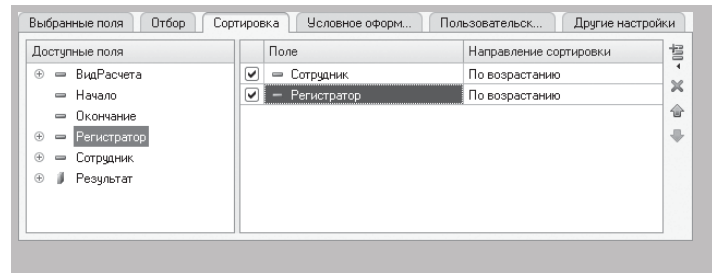

Рисунок 26.22 – Настройка и сортировки отчета
8.7 На закладке **Сортировка** укажем, что сортировка должна выполняться по возрастанию значения поля **Сотрудник** и **Регистратор** (рисунок 26.22).